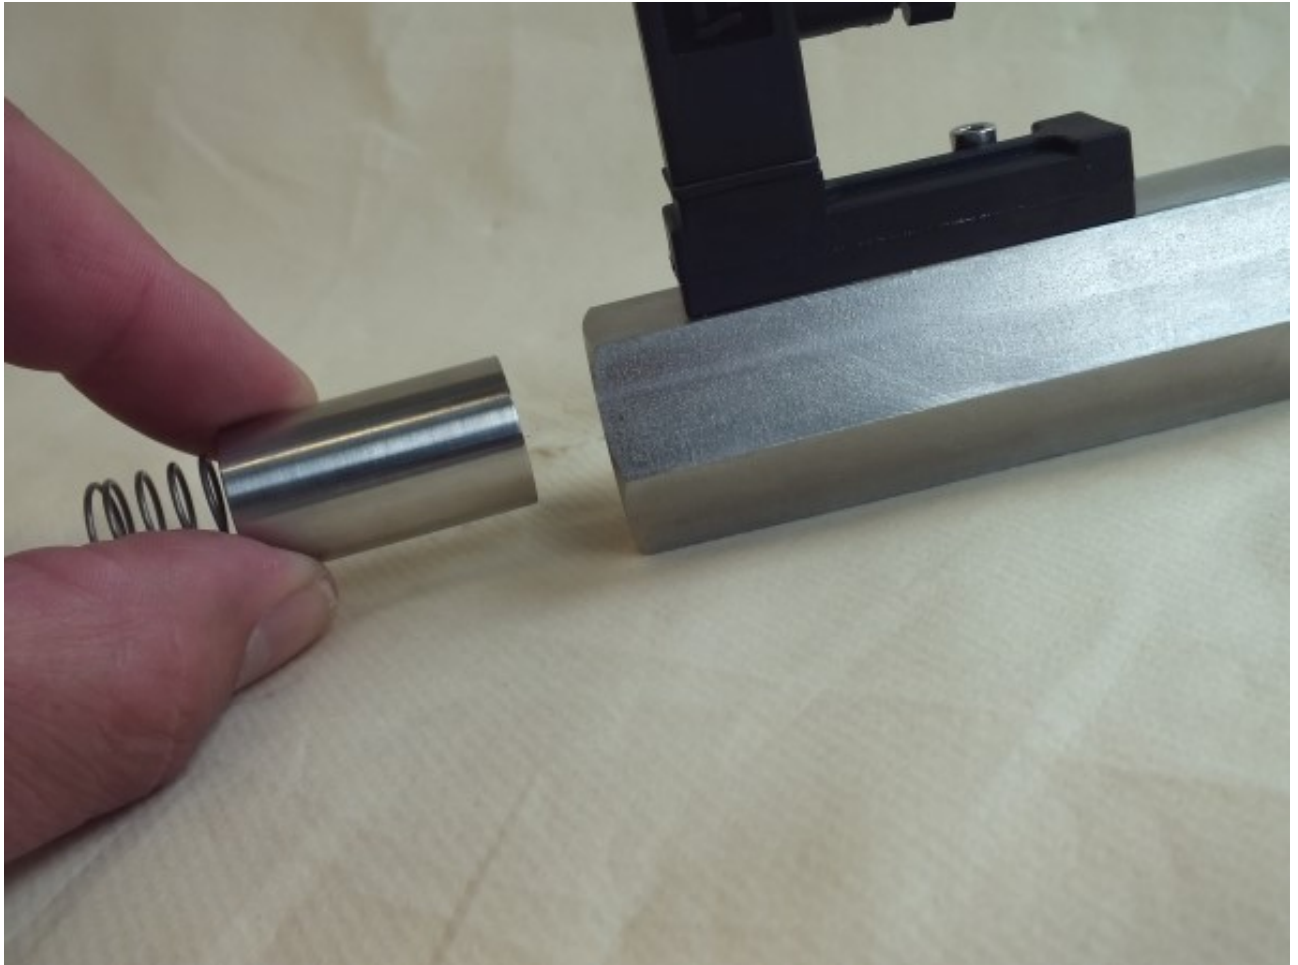

Abb. 38: Innenteile entnehmen
- 4.** ➤ Gerätekörper vorsichtig um 180° drehen und Innenteile des Gerätes (Schwebekörper und Feder) entnehmen (*Abb. 38*)